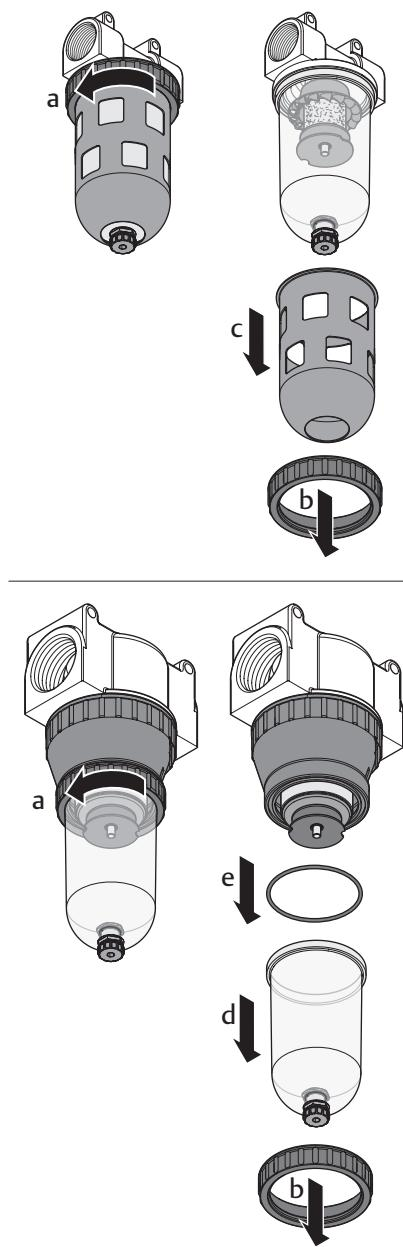
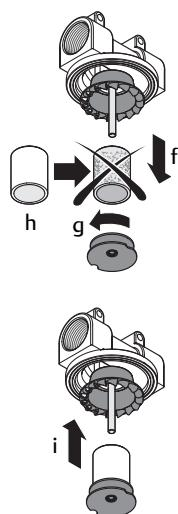

Bild 4: Demontera/montera behållare och behållarskydd
Bild 5: Byta filter
Se → Bild 4, → Bild 5.
8. Montera behållaren igen i omvänt ordningsföljd mot vad bild → Bild 4 visar.